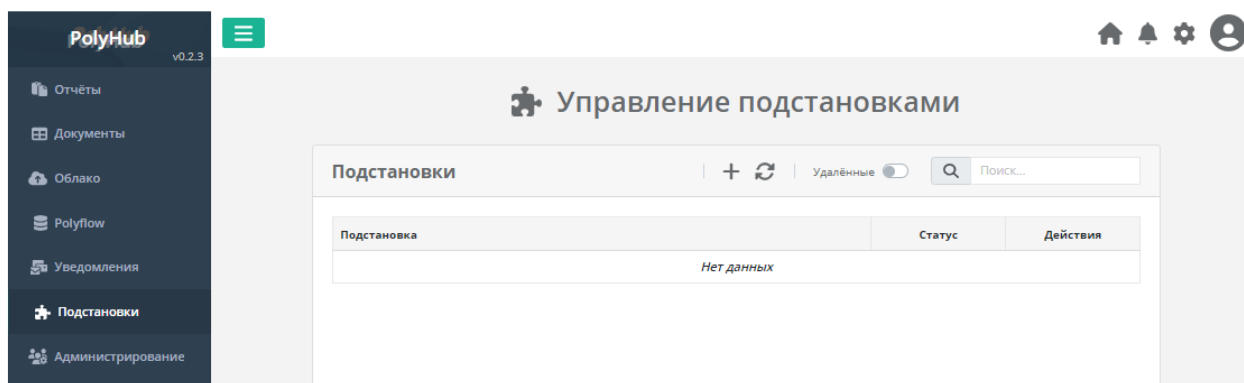

Рисунок 101. Управление подстановками
1) Для создания подстановки, необходимо перейти на страницу «Управление подстановками». На появившейся форме нажать кнопку «Создать» (Рисунок 101):